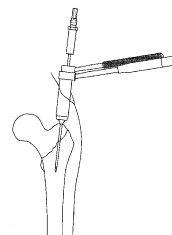
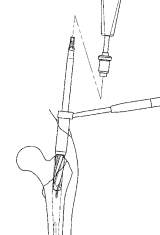
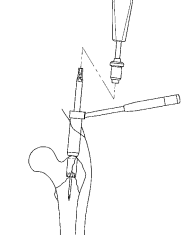

図3
図4
図5
- 3) プロキシマルリーマーを使用する場合は、スキンプロテクターにガイドピンスリーブを組み付け、3.2 ガイドピンの挿入後（図3）、リーマー後端にグリップハンドルを接続し、リーミングします。（図4）大転子の骨折部付近にネイル挿入口を作成する場合には、クラウンリーマーを用います。（図5）